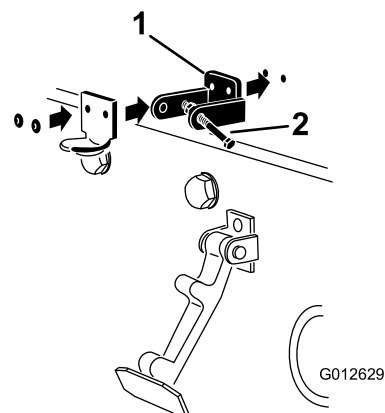

Figure 13
3. Alignez les trous de montage et positionnez le support du verrou CE et le support du verrou de capot sur le capot. Le support du verrou doit être appuyé contre le capot (Figure 13). Ne retirez pas le boulon et l'écrou du bras du support du verrou.
5. Rivez les supports et les rondelles sur le capot (Figure 13).